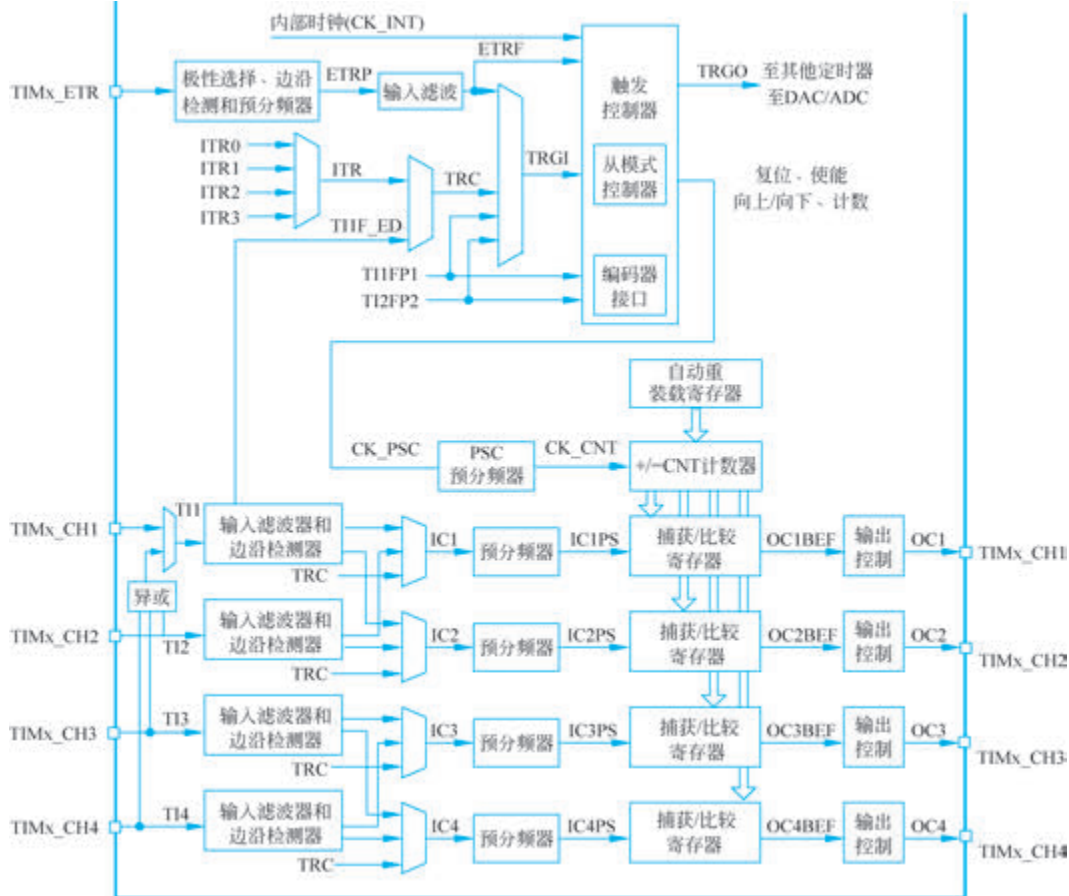

图 5.4.2 通用定时器原理框图
通用定时器的原理框图如图 5.4.2 所示。与基本定时器相比,通用定时器增加了以下功能。
(1) 通用定时器有多个时钟源：内部时钟源 CK_INT, 该时钟源与基本定时器相同；外部输入引脚 TI_x, 就是图 5.4.2 中的 TI1~TI4, TI_x 引脚的上升沿或者下降沿可以产生计数时钟；外部触发输入 TIM_x_ETR, 通过极性选择、边沿检测和预分频后可以作为时钟；内部触发输入 ITR_x, 就是图 5.4.2 中的 ITR0、ITR1、ITR2、ITR3。利用该时钟源可以实现一个定时器作为另一个定时器的预分频器, 从而大大延长定时时间。
(2) 增加了捕获/比较寄存器 TIM_x_CCR。在脉冲输入时, TIM_x_CCR 用于捕获(存储)在输入脉冲电平翻转时计数器 TIM_x_CNT 的当前计数值, 从而实现脉冲的频率测量或者脉宽测量。在产生脉冲时, TIM_x_CCR 用于存储一个脉冲数值, 把这个数值与计数器 TIM_x_CNT 的当前计数值进行比较, 根据比较结果进行不同的电平输出。